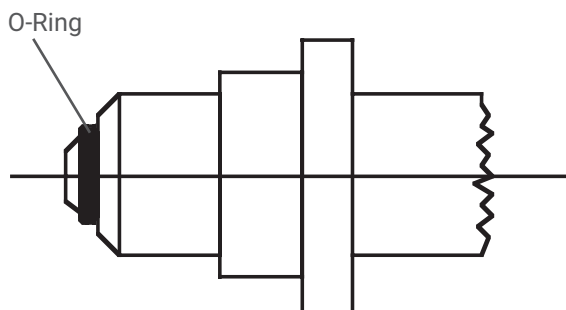

Fig. 8.10 300 bar
- 6.1.6 Vérifiez l'état et l'ajustement des filetages et des surfaces de raccordement des robinets des bouteilles et des joints (voir Fig.8.10 / 8.11). Montez les flexibles / lyres avec manuellement, sans outil (joint torique) sur le robinet de la bouteille. Avant de raccorder le flexible / la lyre, ouvrez brièvement le robinet de la bouteille une fois, puis refermez-le, pour évacuer les particules de saleté éventuellement présentes. Ne vous tenez pas devant l'orifice de sortie de la vanne (7) et veillez à ce que le gaz qui s'échappe ne présente aucun danger. Une bonne ventilation doit être assurée. Si besoin est, collecter les purges et la soupape (notamment pour les gaz inflammables, corrosifs, toxiques et irritants) et les canaliser séparément vers une zone sûre.